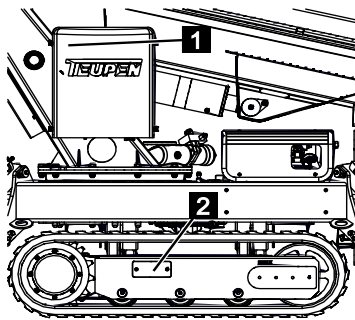

Fig. 163
2. Extraire l'accouplement coulissant de graissage du groupe hydraulique (Fig.163/1).
3. Dévisser la trappe d'entretien (Fig.163/2).